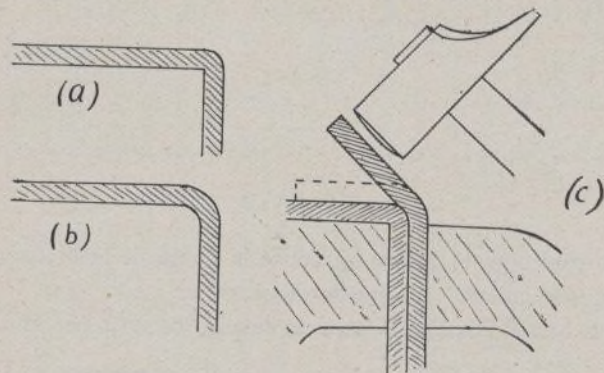

Fig. 212
*Cómo debe doblarse un herraje.*—La mayor parte de los accidentes por roturas en vuelo son debidos a los herrajes y, mejor dicho, a doblado incorrecto de los mismos. Un herraje doblado en ángulo recto (fig. 212 a), presenta en el doblado un punto de probable fractura por acritud del metal. Para evitar tal peligro basta doblar el herraje con un radio de curvatura
igual al espesor de la chapa (fig. 212 b), lo que se logra doblando previamente otro pedazo de chapa de igual espesor y luego sobre ella el herraje que se quiere doblar (fig. 212 c).